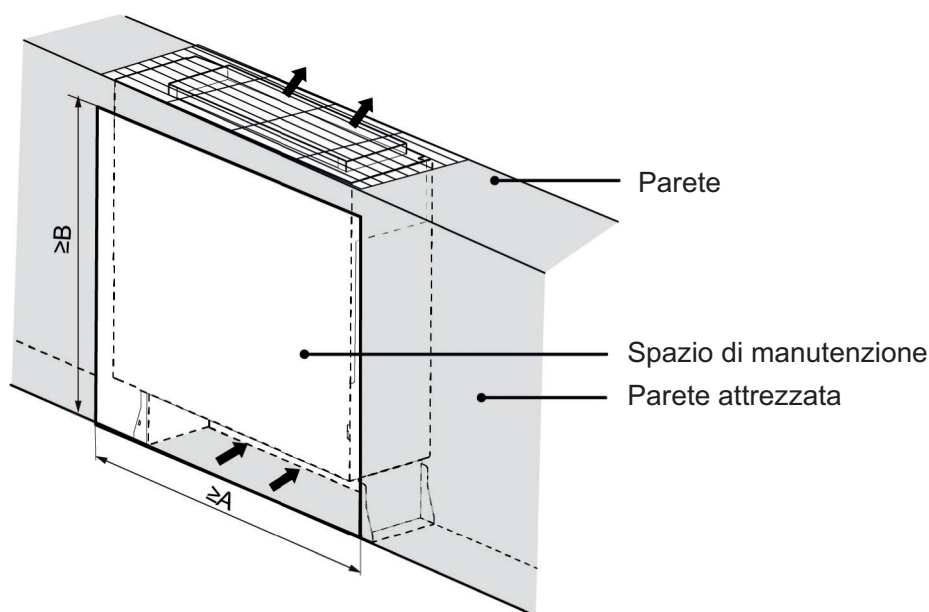

Fig. 3.2.1
- (1) L'apparecchio non deve essere installato nelle lavanderie.
- (2) Il luogo di installazione deve essere in grado di sostenere il peso dell'Unità.
- (3) Il suolo di installazione dell'Unità non deve essere inclinato.
- (4) L'acqua deve poter essere facilmente drenata dal tubo di scarico.
- (5) Non devono essere presenti ostacoli alle aperture di ingresso / uscita dell'aria. Assicurarsi che vi sia una buona circolazione dell'aria in ambiente.
- (6) Rispettare le distanze indicate sulla Figura sotto riportata, per garantire sufficiente spazio per la manutenzione (vedi Fig. 3.2.1).